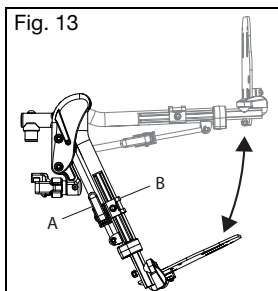

Fig. 13
- a. Para elevar el apoyapiernas elevable profesional, alce su tubo (Fig. 13:A) al ángulo de elevación deseado.
- b. Para bajar el apoyapiernas elevable profesional, mantenga presionado el bloqueo de la palanca (Fig. 13:B) mientras empuja el tubo del apoyapiernas (Fig. 13:A) hacia abajo.